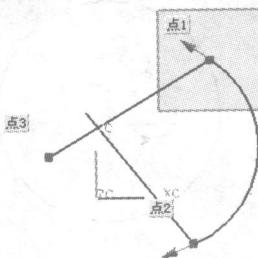

图 1-17 补弧示意图
- 单击【精选解】 $\textcircled{G}$ 按钮，可以切换为补弧，如图 1-17 所示。